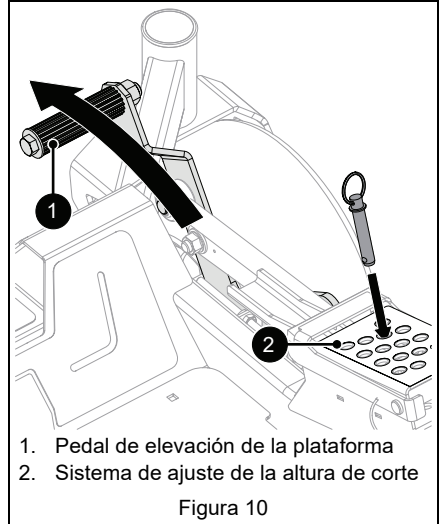

Figura 10
5. Ajuste la altura de corte. Consulte Figura 10.